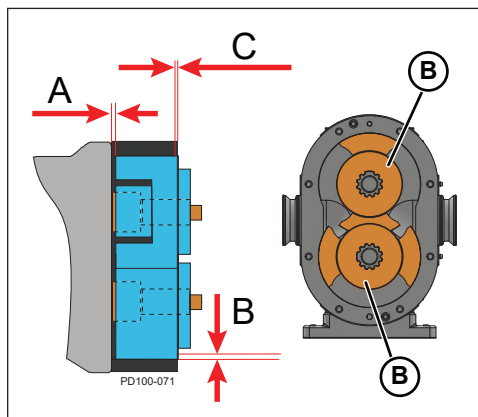

Abbildung 86 - Messen des Spiels
9. Messen Sie das Rotorrückseitenspiel (Abbildung 86, Pos. A) durch den Anschluss oder von vorne. Das Rückseitenspiel beider Rotoren muss identisch sein, damit sich die Rotoren nicht berühren. Es muss bei ca. $\pm 0,005$ Zoll des Wertes in Tabelle 5, „Rotorspiele,“ auf Seite 53 liegen.
10. Prüfen Sie das vordere Rotorspiel (Abbildung 86, Pos. C).
11. Prüfen Sie das Spiel zwischen Rotor und Gehäuse (Abbildung 86, Pos. B).